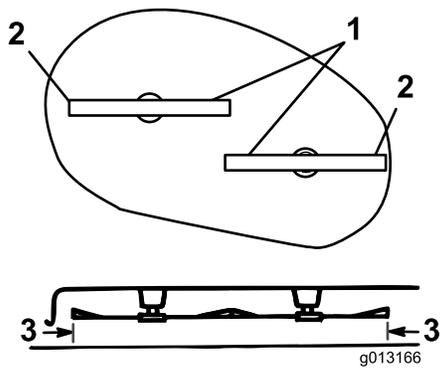

Figura 45
1. Gire cuidadosamente las cuchillas colocándolas perpendicularmente al sentido de avance de la máquina (Figura 45).
2. Mida entre los bordes de corte exteriores y la superficie plana (Figura 45). Asegúrese de que la diferencia entre las mediciones es de 3 mm o menos. Si no es así, siga con el paso siguiente.
4. Eleve o baje el lado derecho de la carcasa del cortacésped girando las tuercas hasta que la diferencia entre las distancias desde los extremos exteriores de las cuchillas y la superficie plana (Figura 45) sea de 3 mm o menos, y apriete las tuercas de los acoplamientos ajustables delantero y trasero.